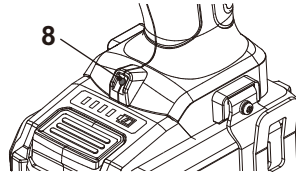

Fig. 8
L'éclairage de travail (8) s'allumera automatiquement lorsqu'une pression sur l'interrupteur marche/arrêt (5) sera exercée (Fig. 8).